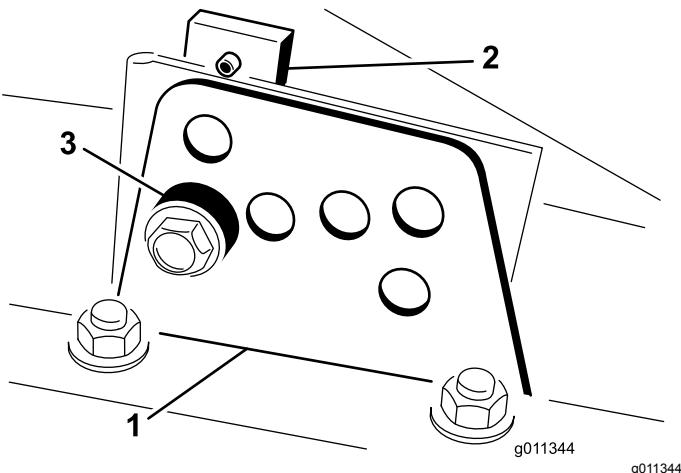

Bild 8
2. Lockern Sie die Schraube, mit denen die Schnitthöhenhalterungen an der Schnitthöhenplatte (vorne und an beiden Seiten) befestigt sind (Bild 8).
4. Entfernen Sie das Distanzstück, während Sie gleichzeitig die Kammer abstützen (Bild 8).